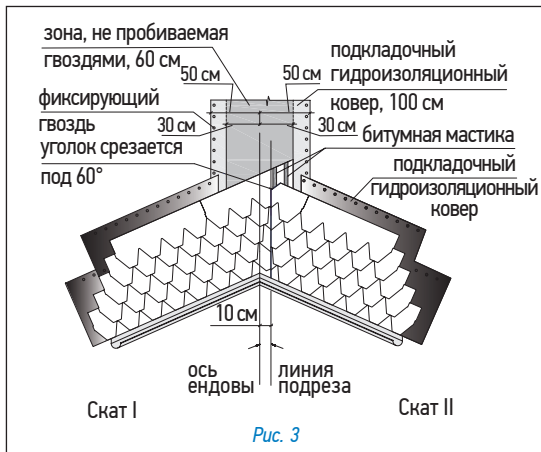

Рис. 3
Ендова (рис. 3)
- лист, подходящий к ендове со ската II, должен доходить до линии подрезки и обрезаться по ней. Верхний уголок обрезанного края листа подрезается под углом 60° (5 x 3 см — рис. 3);